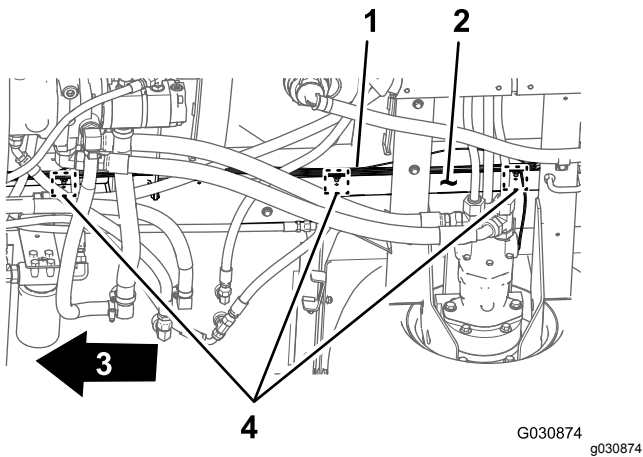

Figura 35
3. Retire os três fixadores serrilhados que prendem a cablagem traseira aos orifícios no tubo da estrutura direito da máquina (Figura 35).